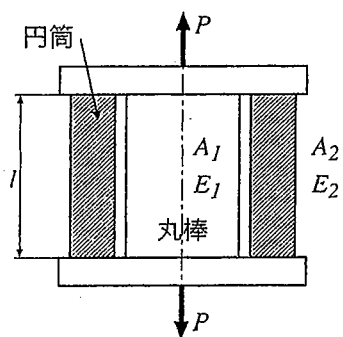

図1-2
- (2) 図1-2に示すように2つの異なった材料からなる丸棒と円筒でできた長さ  $l$  の組合せ棒の両端を剛性板で固定し、荷重  $P$  を作用させたとき、丸棒と円筒にそれぞれ生じる応力  $\sigma_1$ 、 $\sigma_2$  を求めよ。ただし、丸棒と円柱の断面積と縦弾性係数はそれぞれ  $A_1$ 、 $E_1$ 、 $A_2$ 、 $E_2$  とする。[15点]